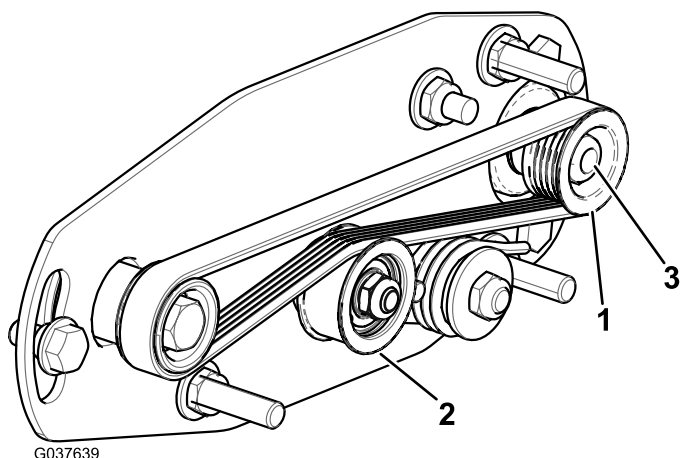
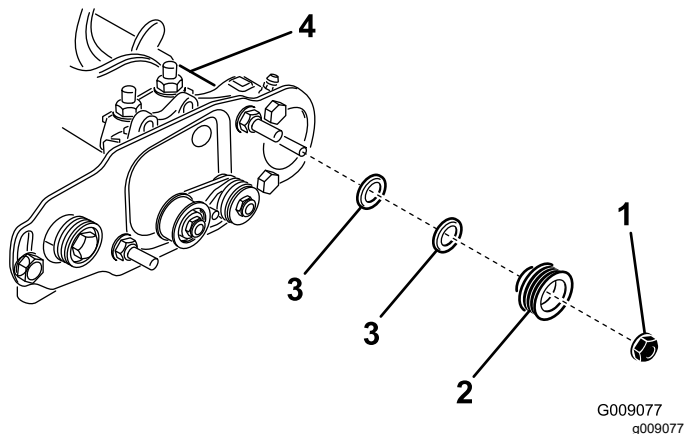

Figure 24
Figure 25
1. La poulie menée (au niveau de l'arbre de la brosse) peut bouger vers l'intérieur ou l'extérieur (Figure 24).
2. Tout en tournant le cylindre, ce qui entraîne la poulie d'entraînement, déchaussez la courroie de la poulie (Figure 24).
3. Retirez le contre-écrou qui fixe la poulie menée à l'arbre de la brosse (Figure 24 ou Figure 25).
4. Déposez la poulie menée de l'arbre (Figure 25).
5. S'il est nécessaire de déplacer la poulie vers l'extérieur, ajoutez une rondelle de 0,8 mm d'épaisseur (Figure 25).
6. Montez la poulie, comme montré à la Figure 25.